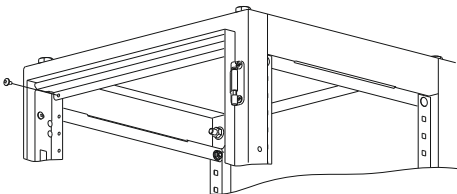

Рисунок 26
17.3 Вставьте заглушку Рамы под панели ЛГ/ЛМА между двух уголков вертикальных и закрепите на них винтами М4х8 (рисунок 26).